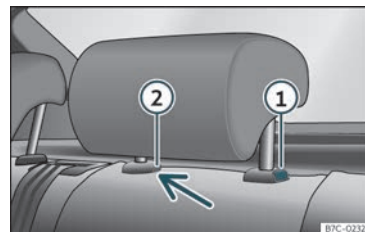

Fig. 105 Encosto de cabeça traseiro: desmontagem.
- Pressione o botão»» Fig. 105 ①, pressionando ao mesmo tempo através do orifício da trava de segurança ② com uma chave de fendas plana com um máximo de 5 mm de largura e retire o encosto de cabeça.